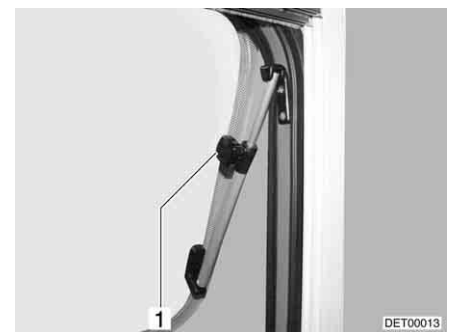

Fig. 92 Clarabóia com defletores rotativos, aberta
- Abra a clarabóia até à posição pretendida, fixando-a com o botão serilhado (Fig. 92,1).
- Gire o botão serrilhado (Fig. 92,1), até o fixador ficar livre.